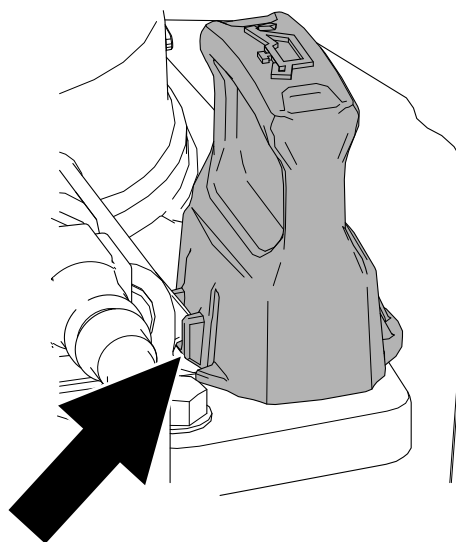

Figura 45
5. Instale la varilla a fondo y asegúrese de que quede enganchado (Figura 45).
10. Instale la varilla a fondo y asegúrese de que quede enganchado (Figura 45).